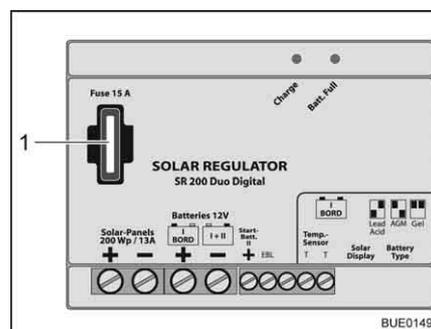

Fig. 171 Fusível do regulador de carga do painel solar 200 W
- Troque o fusível plano 15 A/azul (Fig. 171,1).